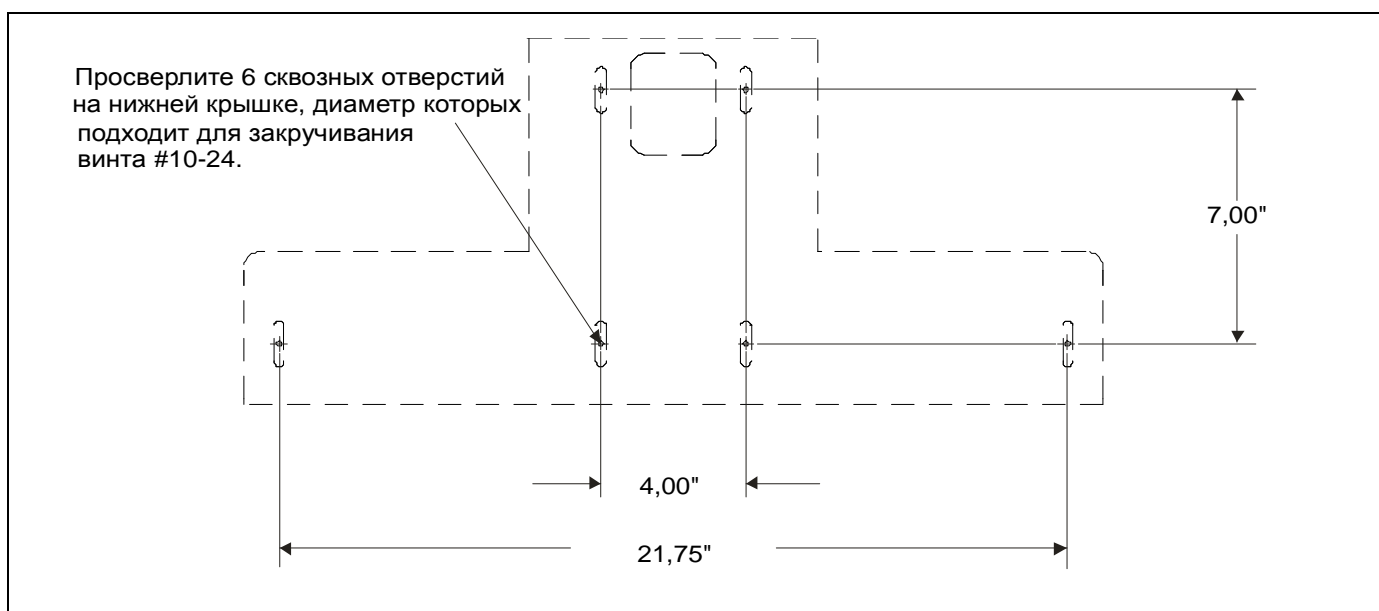

рис. 24
4. Подгоните размер нижней крышки, оставив расстояние между крышкой и отверстием в потолке, и просверлите 6 сквозных отверстий, используя размеры и образец на рисунке ниже. (см. рис. 24)